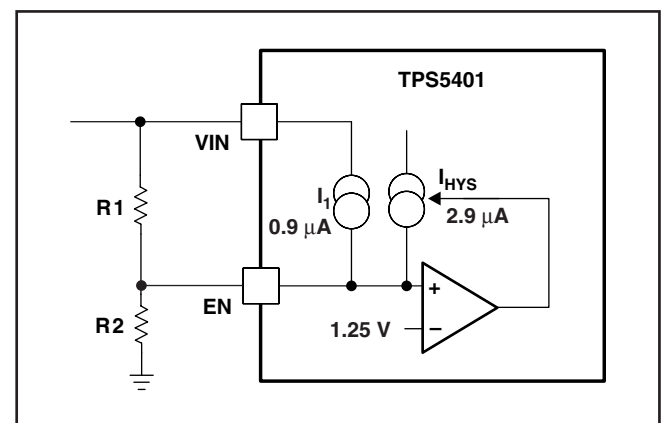

図 28. 調整可能な低電圧ロックアウト (UVLO)
VINピンの電圧が2.5Vを下回ると、TPS5401はディスエーブルになります。アプリケーションで、より高い値での低電圧ロックアウト (UVLO) を必要とする場合は、図28のようにENピンを使用し、2個の外付け抵抗で入力電圧UVLOを調整します。UVLO調整抵抗の使用は必須ではありませんが、一貫したパワーアップ動作を実現するために強く推奨します。ENピンには0.9μAの内部プルアップ電流源I1があり、ENピンがフローティングのときにTPS5401が動作するデフォルト状態を提供します。ENピンの電圧が1.25Vのイネーブル・スレッシュホールド電圧 (VENA) を超えると、2.9μAのヒステリシス (IHYS) が追加されます。この追加電流により、入力電圧のヒステリシスを実現できます。入力電圧の外部ヒステリシスは、式 (2) を使って設定します。入力スタート電圧は、式 (3) を使って設定します。